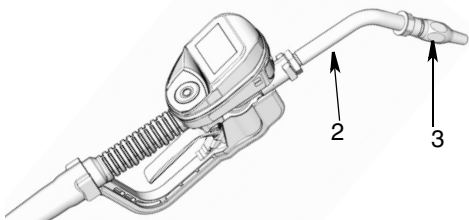

FIG. 9
1. Enrosque la boquilla (3) en la extensión (2) (FIG. 9).